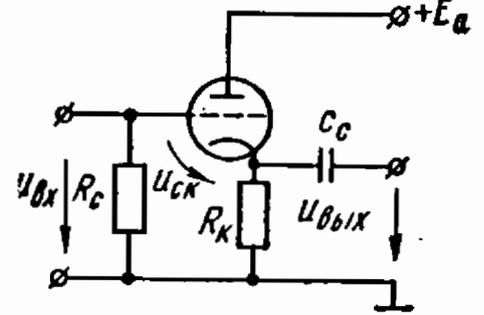

Рис. 13.24
13.24. На рис. 13.24 приведена схема катодного повторителя на триоде 6С2Б, коэффициент усиления которого $\mu = 50$, а крутизна характеристики $S = 11 \text{ мА/В}$.